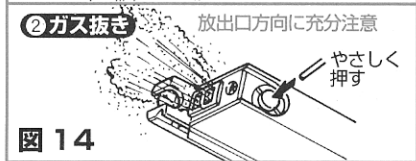

図 14
②約3~4秒後注入音が変わり、注入バルブ周りから液状ガス(いわゆる生ガス)が吹き出たら注入完了です。ポンペをすぐに離してください。ガス注入後は上部の放出バルブに絶対に触れないでください。⇒図14 参照
### ②ガス抜き ⇒図14参照